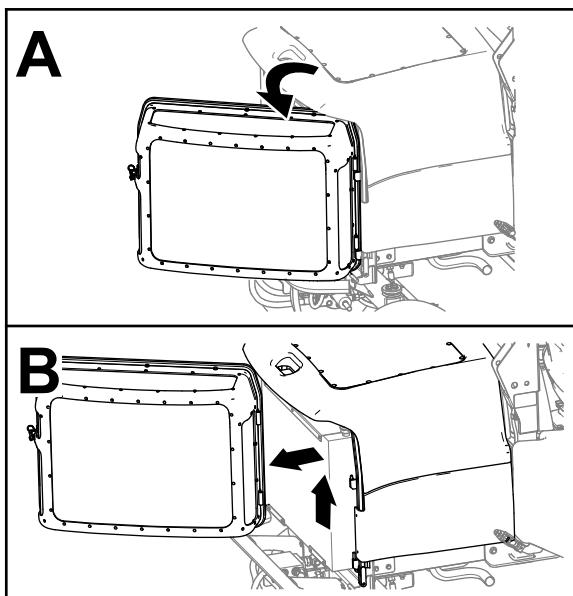

Figure 66
3. Déverrouillez la grille du moteur, ouvrez-la et soulevez-la hors de la machine (Figure 66).